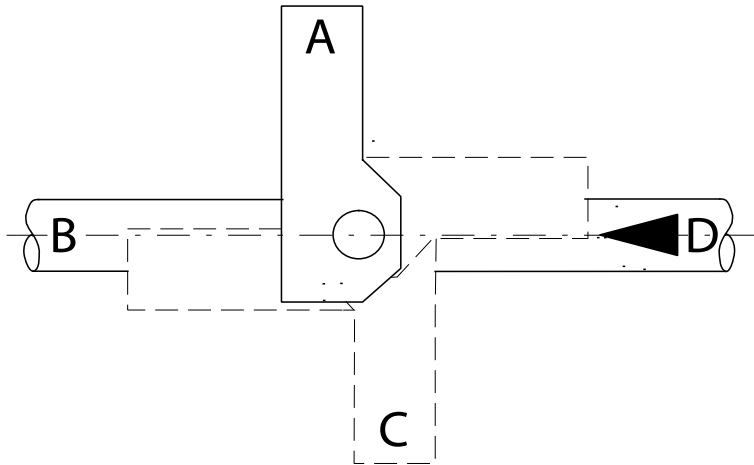

Fig. 5-6 Posición de montaje del actuador
5. Coloque el actuador con el soporte en la posición requerida (A, B, C o D) (→ Fig. 5-6) en el eje del cuerpo de la válvula y fije la unidad con ayuda de los pernos (→ Fig. 5-5/3).